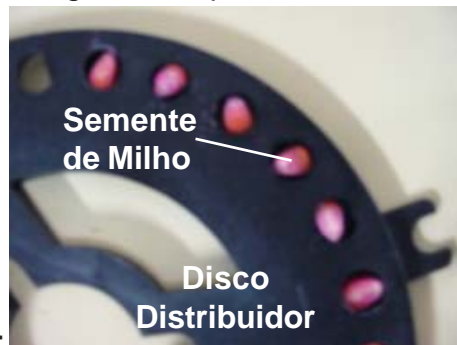

FIGURA 24
* CULTURA DE MILHO (FIGURA 24)